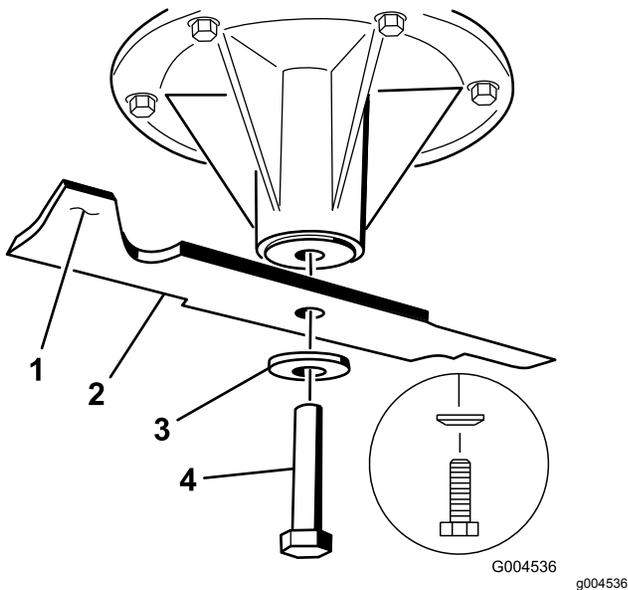

Figure 95
2. Enlevez de l'axe, le boulon, la rondelle bombée et la lame (Figure 95).